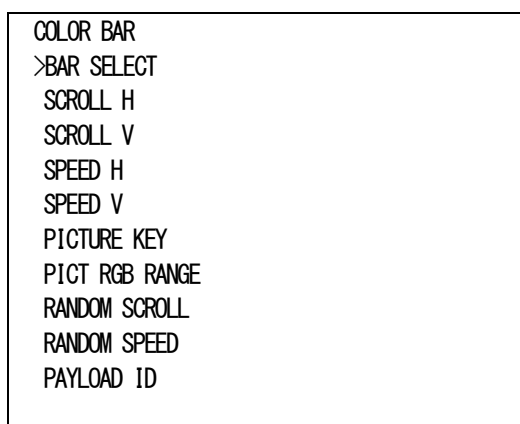

図4-4 オンスクリーンメニュー(COLOR BAR例)
- 1)SDI OUTメニューで「COLOR BAR[CBAR]」を選択し、**ENTER** ボタンを押すと図4-4のような設定メニューが表示されます。